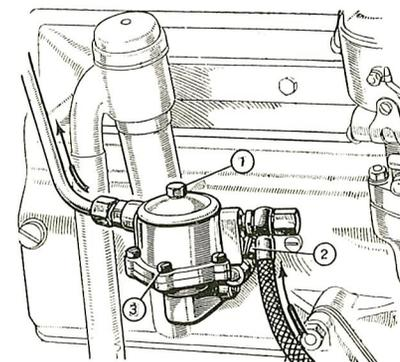

Fig. 27. — Pompa d'alimentazione della benzina.
25. — **Filtro della pompa benzina:** Smontare il coperchietto superiore, estrarre il filtro e lavarlo accuratamente nella benzina (fig. 27).